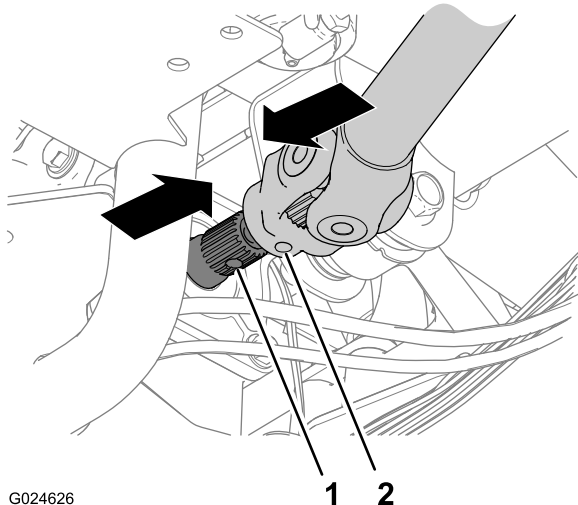

Figura 29
5. Allineate le scanalature della forcella rigida sull'albero di trasmissione con le scanalature dell'albero di ingresso del differenziale anteriore (Figura 29).
6. Ruotate l'albero di ingresso sul differenziale anteriore fino a che il foro nell'albero di ingresso si allinea con il foro nella forcella rigida (Figura 29).
7. Fate scivolare il giunto cardanico sull'albero di ingresso e spostatelo in avanti fino a che il foro nella forcella si allinea con il foro nell'albero (Figura 29).